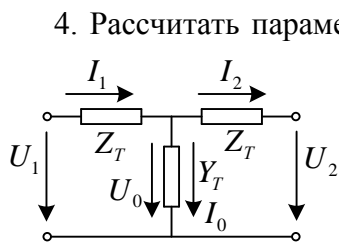

Рис.1.1
4. Рассчитать параметры T-образной схемы замещения (рис. 1.1). Построить векторные диаграммы токов и напряжений для режима работы линии, рассмотренный в пункте 3.